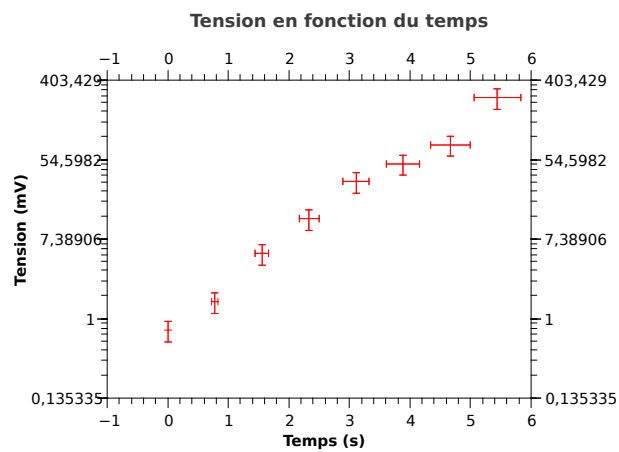

FIG. 3 – Graphe avec incertitudes
4. Ajouter les barres d'erreur verticales en cliquant sur *Graphe* dans la barre d'outils, *Ajouter des barres d'erreur*. Choisissez la colonne *IncertY*. Tant que vous y êtes, rajoutez des incertitudes horizontales de 15% dues à la précision de la mesure du temps. Vous devriez obtenir quelque chose similaire à la figure 3.